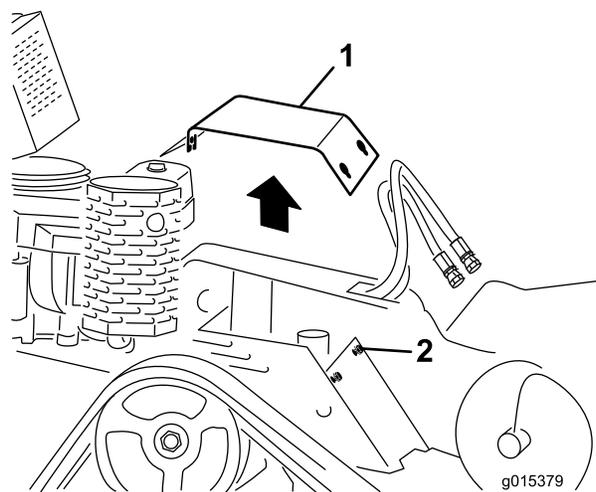

Figura 21
4. Allentate uno dopo l'altro i 3 bulloni che fissano la piastra di copertura al telaio, fino a liberare completamente il coperchio (Figura 21).
6. Per montare la piastra di copertura prima di mettere in funzione la macchina, fatela scorrere nella sua sede e fissatela con i 3 bulloni allentati in precedenza (Figura 21).